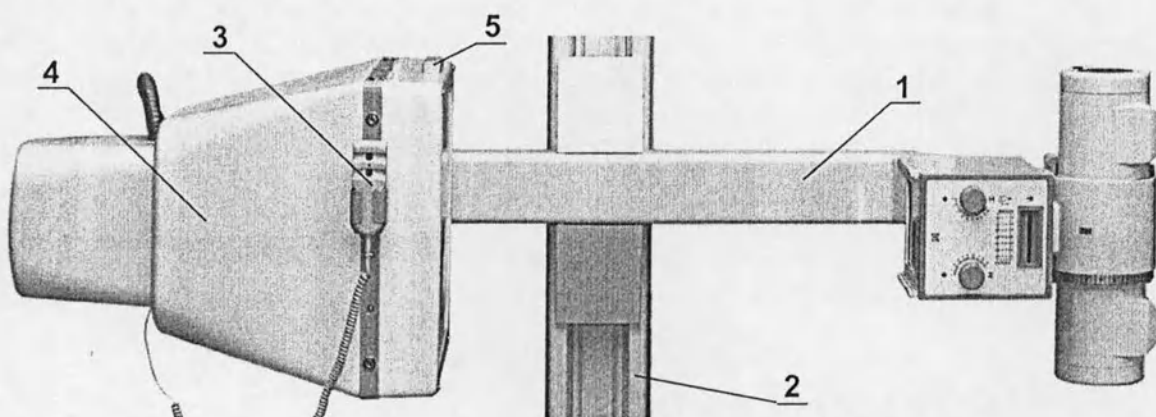

Рис.2.1. Кронштейн аппарата (1-кронштейн; 2-штатив-колонна; 3-пульт управления перемещением вверх-вниз; 4-камера КФЦ-«Электрон»; 5-«подбородник»)
Конструкцией аппарата предусмотрено вертикальное перемещение кронштейна (рис.2.1, поз.1) по штативу-колонне (рис.2.1, поз.2). Перемещение осуществляется электромеханическим способом. Для приведения механизма перемещения в действие служит съемный пульт (рис.2.1, поз.3), закрепленный на боковой поверхности камеры КФЦ-«Электрон» (рис.2.1, поз.4).
- Отпустите кнопку по достижению кронштейном нужного положения, т.е. подбородник (на корпусе камеры КФЦ-«Электрон» - рис.2.1, поз.5) должен находиться на уровне подбородка пациента. Установите пациента к камере так, как Вам необходимо.